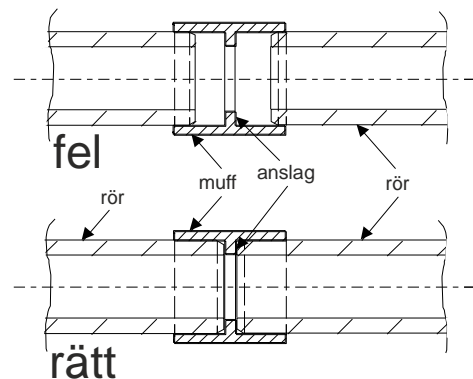

Bild 37 Koppla ihop rör
- De enskilda röravsnitten kopplas samman med fästen. Beroende på rörmaterial ska då limningsförfarandena enligt kap. 5.3.2 resp. 5.3.3 eller pressförfarandet enligt kap. 5.3.4 användas. Rören ska skjutas in i fästena tills det tar stopp, se Bild 37.